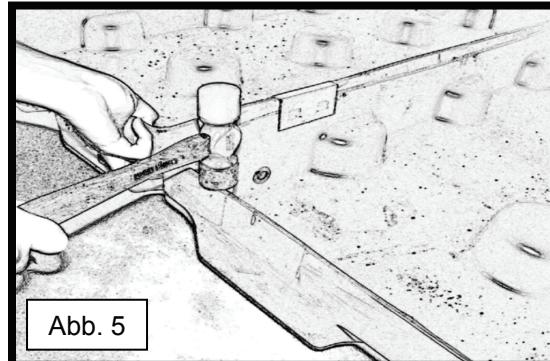

Abb. 5
- 1) Ein Sammelzentrum etwas vom Boden anheben und gleichzeitig sacht auf die Oberkante des anderen verbundenen Sammelzentrums klopfen (siehe Abb. 5).